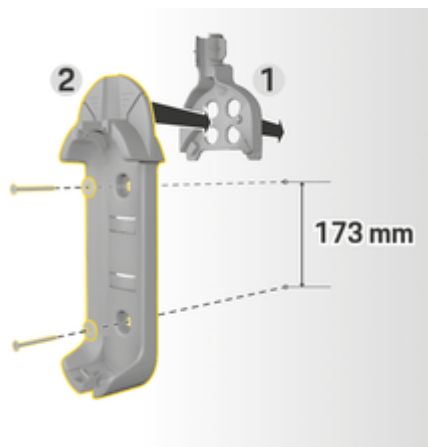

Fig. 3: Dimensione foro
3. Inserire la base del supporto a muro **2** (Fig. 3) dalla parte anteriore nel passacavo **1** (Fig. 3).